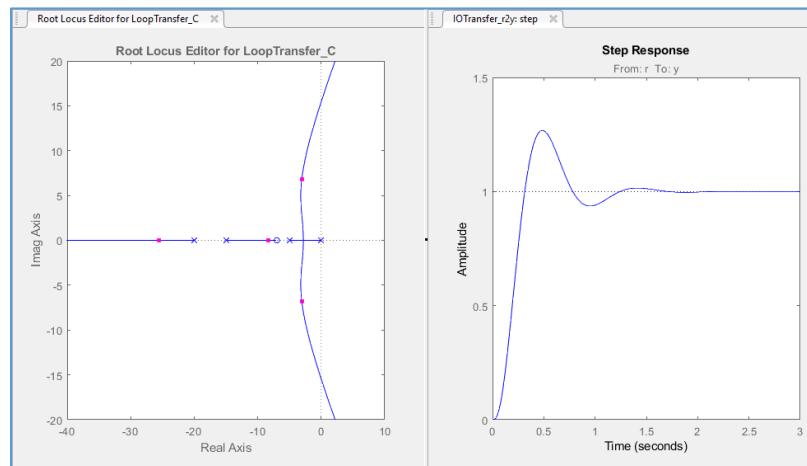

Figura 5. LGR y respuesta temporal al mover los polos en el LGR.
3. Automáticamente al guardar se genera el LGR y la respuesta a entrada escalón del sistema, si seleccionamos un polo lo podremos mover con el cursor en el LGR para visualizar la respuesta, Figura 5.